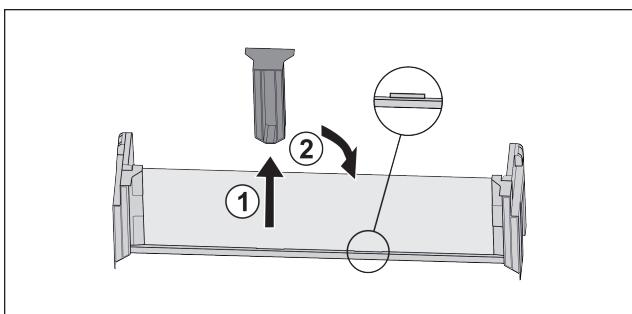

Fig. 79
- Витягнути середню деталь для підтримки Fig. 79 (1).
- Вставити середню деталь для підтримки на друге положення Fig. 79 (2).